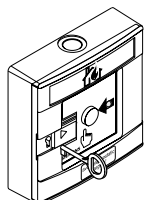

Fig. 1
- Manual call point 'indirect activation' for the AlgoRex fire detection system (Fig. 1)
- Handfeuermelder 'indirekte Auslösung' für das Brandmeldesystem AlgoRex (Fig. 1)
- Déclencheur manuel 'à activation indirecte' pour le système de détection d'incendie AlgoRex (fig. 1)